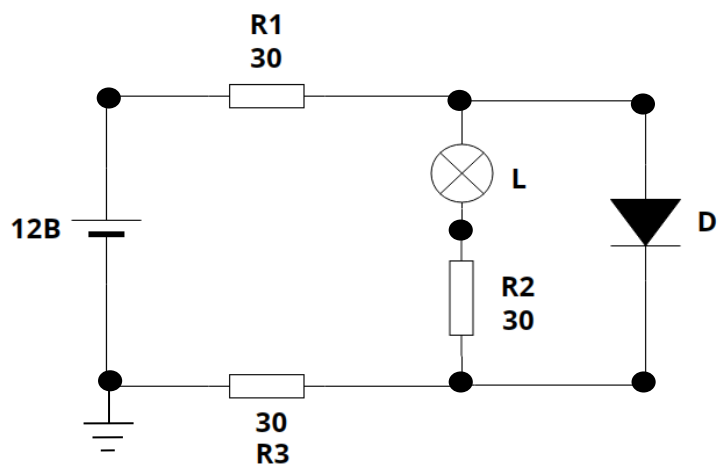

Рисунок 2. Схема цепи №2
- 2) выполните подключение полупроводникового диода D1 в исходную цепь №1: параллельно участку «лампа L-резистор R2» (см. рисунок 2, схема №2). Рассчитайте величину силы тока в цепи №2 I_2 (формат расчета, например 1,111 А), а также напряжения $U_{2(L-R2)}$, $U_{диод}$ (формат расчета, например 1,11В);